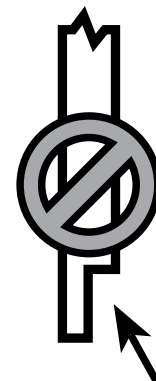

fig. 4
fournissent la force structurale pour le garde-corps. la longueur de chaque poteau est déterminée par la profondeur totale de solive (généralement 18,4 cm (7 1/4 po)) + l'épaisseur du patio (2,5 cm (1 po)) + la hauteur du garde-corps (91,4 cm (36 po)) + l'espacement pour le capuchon du poteau (3 cm (1,25 po)) = 115,6 cm (45 1/2 po). Important : Ne faites pas d'encoche dans les poteaux de 4x4 du garde-corps. Cela réduira la force du poteau et pourrait mener à une défaillance ou l'écrasement des traverses (fig. 4).
Étape 2 : Installez les poteaux du garde-corps d'escalier avant d'installer les girons d'escalier. Les poteaux du garde-corps de 10 X 10 cm (4 x 4 po) en cèdre ou pin traité sous pression, fournissent la force structurale pour le garde-corps d'escalier. La longueur de chaque poteau est déterminée par la largeur totale du limon + l'épaisseur du giron + hauteur du garde-corps d'escalier + espacement pour le capuchon du poteau. *Important : Ne faites pas d'encoche dans les poteaux de 4x4 du garde-corps. Cela réduirait la force du poteau et pourrait mener à une défaillance ou l'écrasement du garde-corps (fig. 4).*